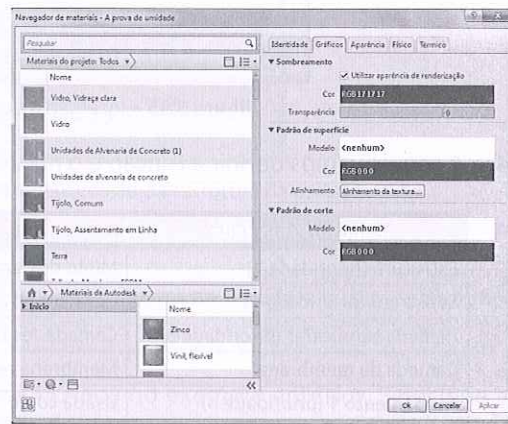
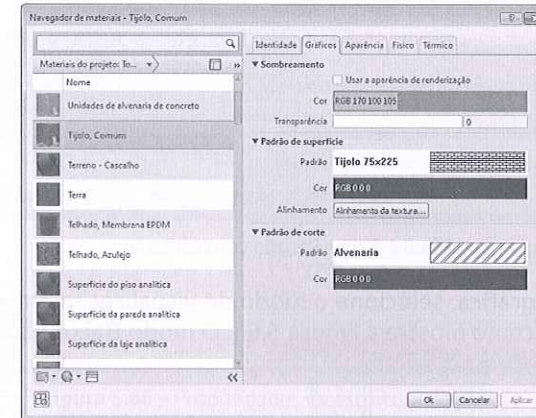

Figura 5.59 – Navegador de materiais.
Figura 5.60 – Definição do material Tijolo Comum.
7. Ao clicar no campo **Material**, surge a janela **Navegador de materiais**. No lado esquerdo da janela, há uma lista de materiais que podem ser definidos para a camada. O Revit traz alguns comumente usados; podemos modificá-los ou importar bibliotecas de outros locais. No lado direito da janela, temos um editor de materiais que permite alterar o material que foi selecionado do lado esquerdo (Figura 5.59).
Na área nomeada como **Materiais do projeto** (Figura 5.59), selecione o material desejado para cada camada, rolando a barra lateral. Neste exemplo, selecionamos **Tijolo Comum** para a estrutura da parede, como mostra a Figura 5.60.